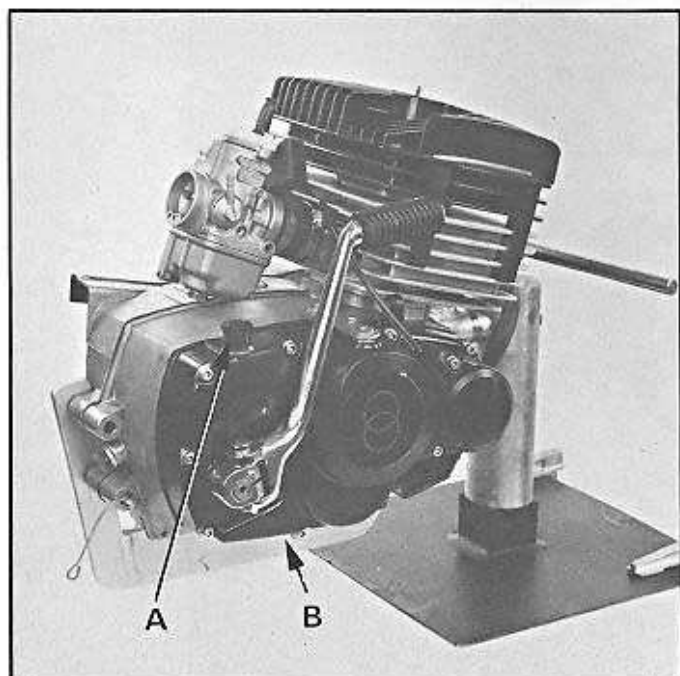

Fig. 11
• Dévisser et retirer la vis de vidange B (fig. 11),